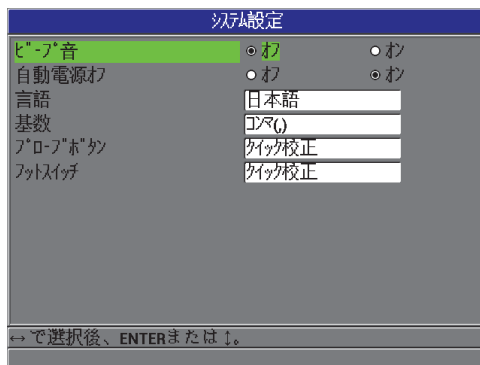

図 3-1 システム設定画面
3. システム 設定画面で（60 ページ図 3-1 参照）で、